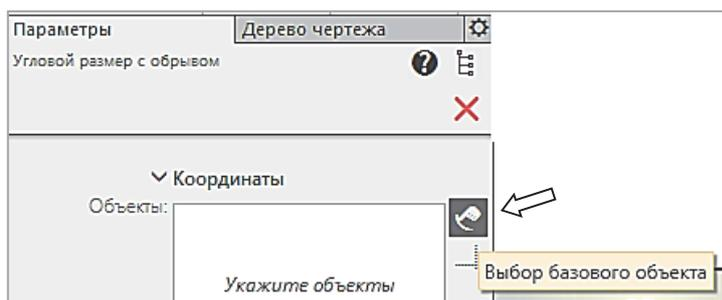

Рис. 3.16-2
2. Важно! Перед тем, как указывать отрезки углового размера, нужно проверить активацию режима **Выбор базового объекта** на **Панели параметров**. Кнопка **Выбор базового объекта**  должна быть нажата (рис. 3.16-2).